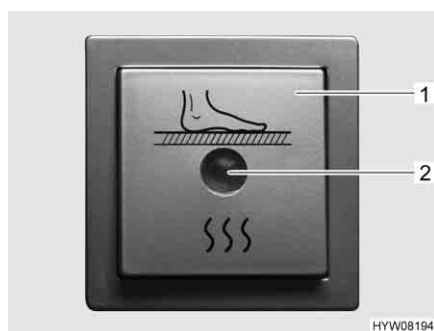

Fig. 73 Interruttore per riscaldamento elettrico del pavimento
- Premere l'interruttore a bilico (Fig. 73,1). La spia di controllo nell'interruttore (Fig. 73,2) si accende.
- Premere l'interruttore a bilico (Fig. 73,1). La spia di controllo (Fig. 73,2) nell'interruttore si spegne.